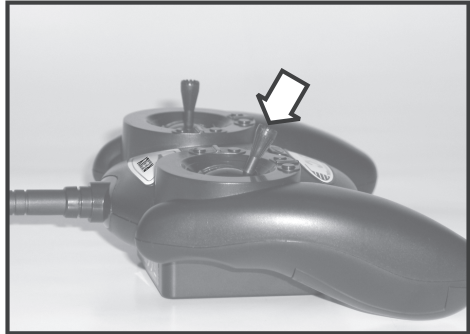

Bild 10
- Wenn Sie jetzt von oben auf den Steuerknüppel für die Pitch- und Heck-Funktion drücken (siehe Bild 10), gibt der Sender je nach vorheriger Einstellung entweder einen einzelnen Signalton oder einen doppelten Signalton ab.